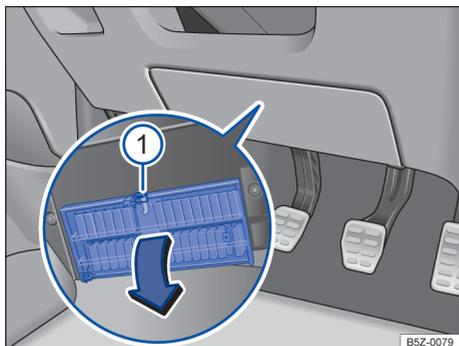

Fig. 133 No lado do condutor embaixo do painel de instrumentos: abrir a cobertura da caixa de fusíveis.
- **Abrir:** pressionar a alavanca de travamento → Fig. 133  até que a cobertura se abra.